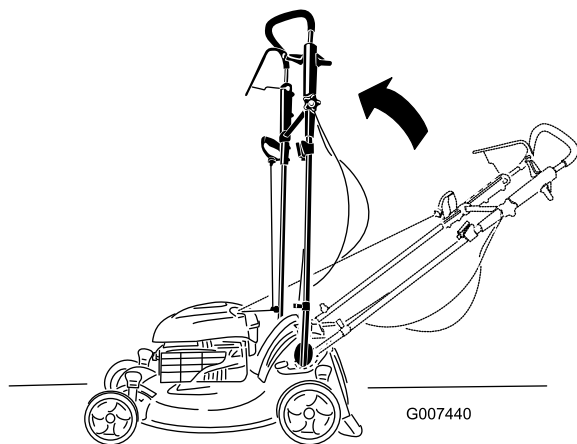

Figura 48
2. Mueva el manillar a la posición vertical (Figura 48).